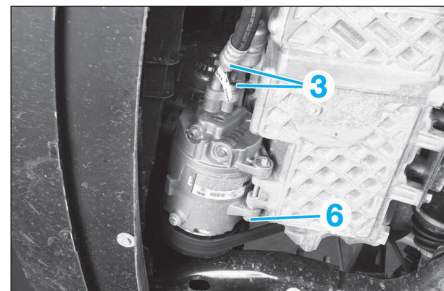

FIG. 47
- Dévisser les vis de fixation (3) puis détacher les canalisations de réfrigérant du compresseur (Fig.47).